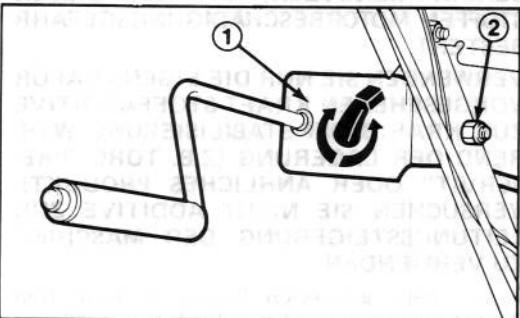
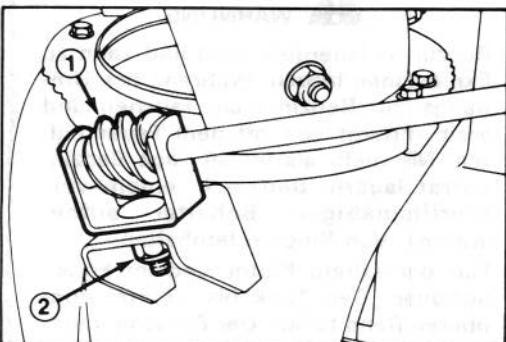

Abbildung 9
Abbildung 10
Mutter links am Griffholm befestigen, die Mutter aber noch nicht festziehen (Abb. 9).
2. Die Schnecke mit Allzweckfett schmieren. Dann den Halter mit der Schnecke auf der Winkelkonsole montieren und mit Sicherungsscheibe und Kontermutter befestigen (Abb. 10).
3. Die Schnecke fest in die Verzahnung des Aufnahmekranzes hineindrücken und die Sicherungsmutter festziehen (Abb. 10). Dann die Sicherungsmutter zur Befestigung des Haltwinkels der Auswurfbetätigung am linken Holm anziehen (Abb. 9).